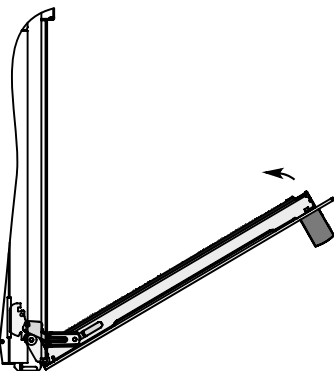

рис. 16
3. Прикрыть дверцу до упора, не прикладывая усилия, пока фиксатор не зафиксирует шарнир, см. рис. 16;